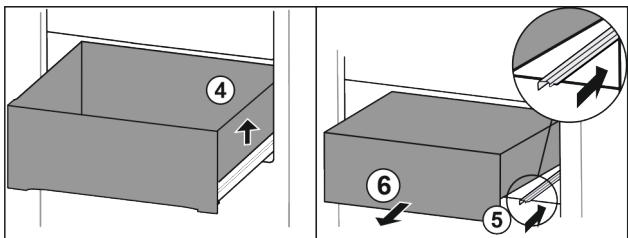

Fig. 24
- Повдигнете чекмеджето отляво. Fig. 24 (4)
- Вкарайте дясната релса. Fig. 24 (5)
- Извадете чекмеджето напред. Fig. 24 (6)